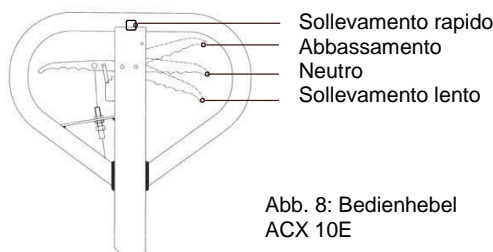

Abb. 8: Bedienhebel
All'occorrenza, regolare la leva di comando come descritto in seguito (Fig. 8):
- Se l'impugnatura di comando si trova in posizione "Abbassamento" e le forche non si muovono verso il basso, ruotare il dado di regolazione in senso orario, fino al verificarsi dell'azione corrispondente alla posizione dell'impugnatura. Successivamente verificare la posizione "folle" come da fig. 8 ed accertarsi che la posizione del dado di regolazione sia corretta.